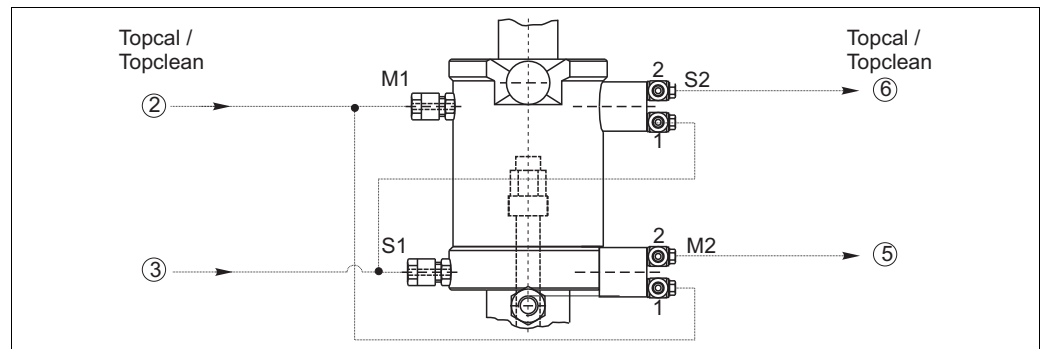

Fig. 10: Raccords pneumatiques et fins de course pneumatiques (1=entrée, 2=sortie)
- Raccordez l'air comprimé pour "sonde en position mesure" (Topcal/Topclean : tuyau n° ②) au raccord fileté G 1/8 du haut (fig. 10).
- Raccordez également l'air comprimé ② (via le raccord en T) à l'entrée (1) du fin de course (M2). Il sert à la confirmation de la position "sonde en position mesure".
- Lorsque la position "mesure" est atteinte, l'air entrant à l'entrée M2 (1) est commuté vers la sortie M2 (2) (Topcal/Topclean : raccordez le tuyau ⑤ à la sortie du fin de course).
4. Raccordez l'air comprimé pour "sonde en position maintenance" (Topcal/Topclean : tuyau n° ③) au raccord fileté G 1/8 du bas.
5. Raccordez également l'air comprimé ③ (via le raccord T) à l'entrée (1) du fin de course du haut (S2). Il sert à la confirmation de la position "sonde en position maintenance".
6. Lorsque la position "maintenance" est atteinte, l'air entrant à l'entrée S2 (1) est commuté vers la sortie S2 (2) (Topcal/Topclean : tuyau ⑥).